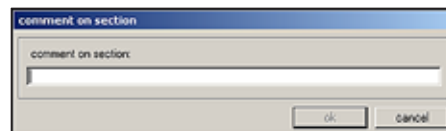

Fig. 41
- 1 Novo** Clicar nesse botão abre a caixa de diálogo **Comment on section (Comentário sobre o corte)**. (→ Fig. 41)